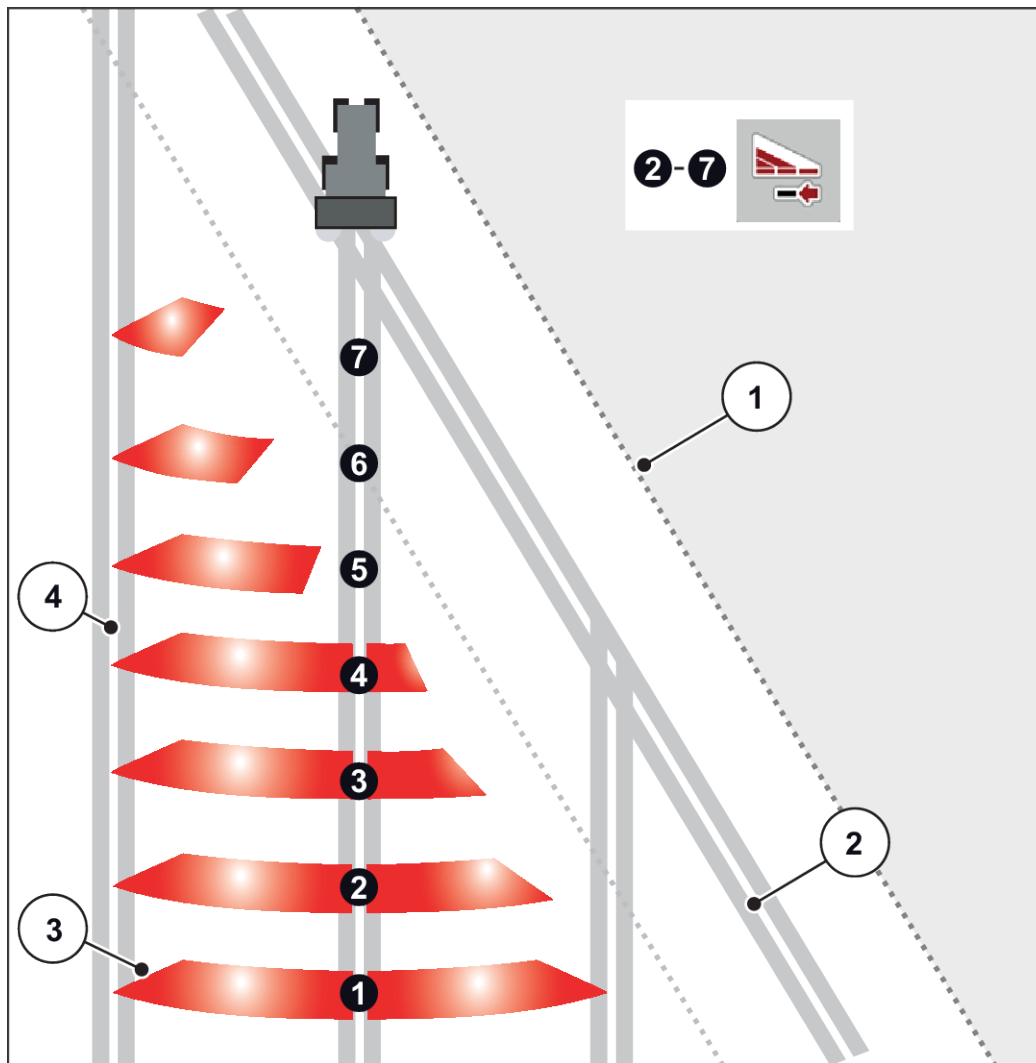

Fig. 41: Automatisk delbredeaktivering
- Delbreddeaktivering er mulig udefra og ind eller indefra og ud. Se Fig. 41 Automatisk delbreddeaktivering.